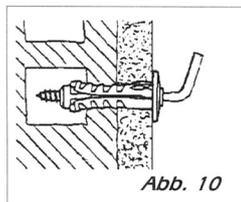

Abb. 10
- 2) Halthaken mit Spreizdübeln an der Wand befestigen (Abb. 10).
und Halthaken vorgenommen werden, die mit Spreizdübeln an der Wand befestigt werden (Abb. 10).